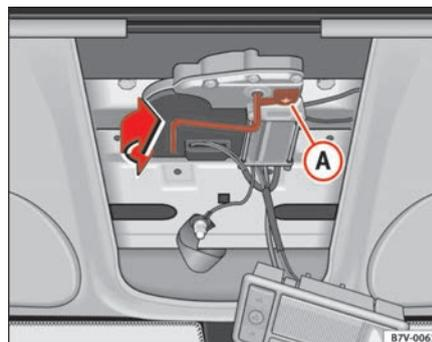

Fig. 69 Accionamiento de emergencia
- Gire en el sentido de la flecha, la protección ① ⇒ fig. 69 de la abertura de la manivela.
- Vuelva a colocar la manivela en su sujeción y gire la protección ① ⇒ fig. 69 sobre la abertura de la manivela. ▶